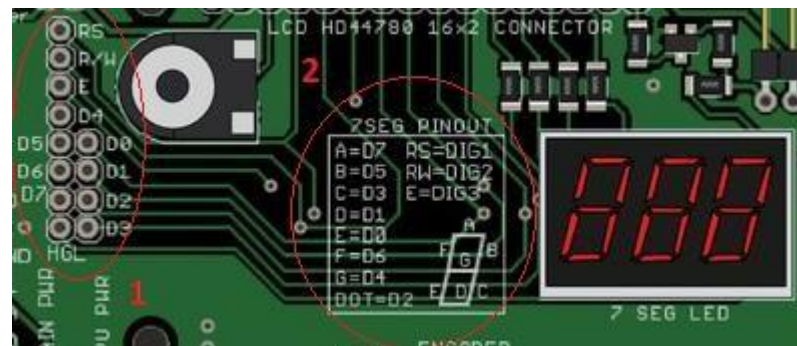

Рис. 3.3 — Элементы необходимые для подключения ССИ
Подавая лог. 1 на базы транзисторов можно включать соответствующие разряды. Все линии управления выведены на штыревой разъем (1), а соответствия приведены на отладочной плате в виде таблицы (2) (рис. 3.3).